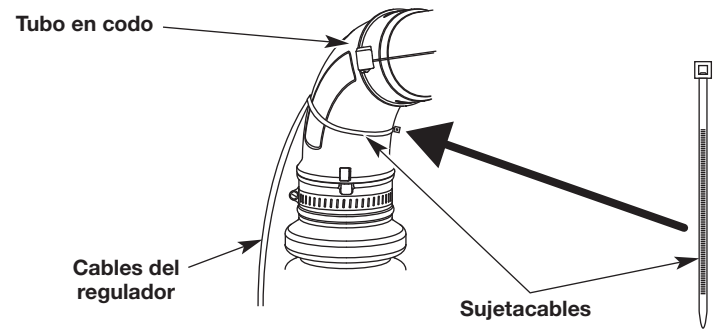

Fig. 5
1. Envuelva un sujetacables alrededor del tubo en codo y los cables del regulador (Fig. 5).